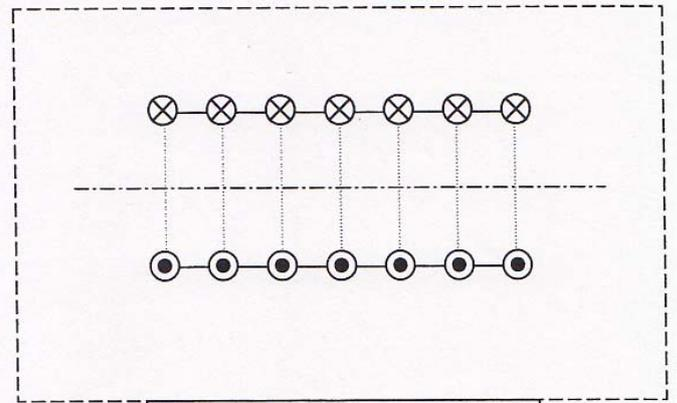

Figure 2 : Coupe de la bobine
- La figure 2 (page 5/5 ; à rendre avec la copie) est une coupe de la bobine sur laquelle on a indiqué le sens du courant dans les spires.